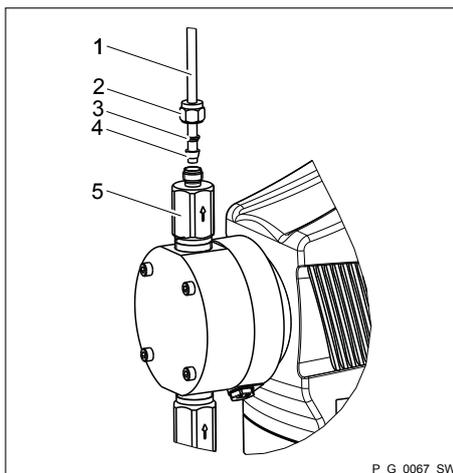

Fig. 11 : Exécutions SS avec tube
1. ➤ Tirer l'écrou-raccord (2) et les bagues de serrage (3, 4) sur le tube (1) avec un chevauchement d'env. 10 mm - voir Fig. 11 .
2. ➤ Insérer le tube (1) dans le clapet (5) jusqu'en butée, puis retirer 1...2 mm.
3. ➤ Serrer à fond l'écrou-raccord (2).